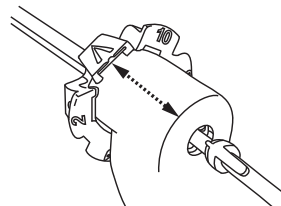

Рис. 2. Выравнивание аппликатора в зонде
3. Вставьте аппликатор в устройство для биопсии. Продвиньте аппликатор, совместив желтую стрелку-указатель (С) с белой стрелкой на дисковом переключателе биопсийного зонда. См. рис. 2.
4. Плотно закрепите аппликатор в биопсийном зонде. Убедитесь в правильном совмещении отверстия аппликатора с камерой устройства для биопсии, надлежащим образом совместив желтую стрелку-указатель (С) с белой стрелкой на дисковом переключателе биопсийного зонда (рис. 2).